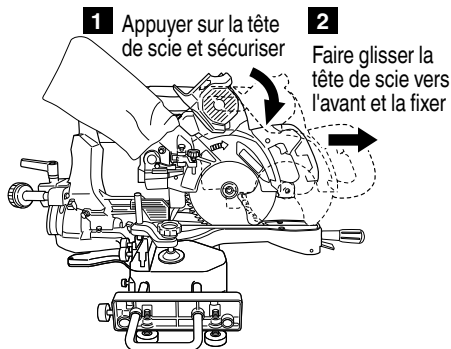

Fig. 54
(2) Fixation du cordon (Fig. 54, 55)
- ① Appuyer sur la tête de scie et la fixer avec la goupille de verrouillage.
- ② Faire glisser la tête de scie jusqu'à ce qu'elle entre en contact avec l'avant et fixer la tête avec le boulon de fixation coulissant à oreilles.